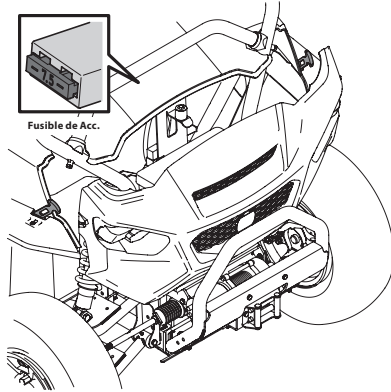

Figura 4-8
2. Saque el fusible eléctrico del Acc. (accesorio) y reemplace cuando sea necesario con un fusible para el amperaje adecuado. Consulte la Figura 4-8.